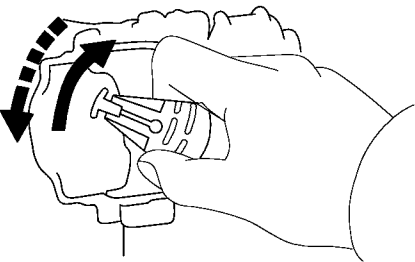

图 5-56 安装转子
(11) 安装点火线圈防尘罩和垫片。
(12) 安装转子。转子安装后顺时针转动转子, 然后放开它检查转子是否快速地返回, 如图 5-56 所示。
(13) 安装 O 形密封圈。将一个新 O 形密封圈装入壳体, 并在 O 形密封圈上涂一薄层机油。